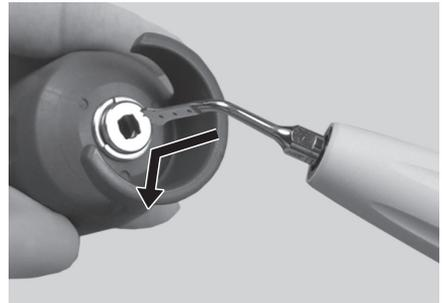

Fig. 16
2) Alinhe a forma quadrangular da ponta com o orifício da chave respectiva. Introduza a ponta no orifício (Fig. 16).